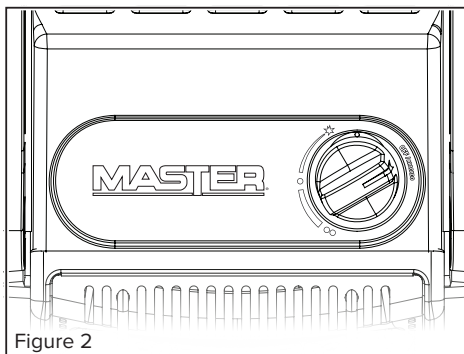

Figure 2
- Avant de connecter du propane, assurez-vous que le bouton de commande de la chaufferette est à la position « OFF » (arrêt); voir la figure 2.
- Pour le modèle **MH-09SNL-A** Tournez le bouton de commande dans le sens antihoraire à la position « PILOT » (veilleuse) et enfoncez le bouton pour l'allumage; voir la figure 2.
- Une fois la veilleuse allumée, maintenez le bouton de commande enfoncé pendant 30 à 60 secondes jusqu'à ce que les plaques chauffantes soient allumées et que le thermocouple soit chaud. Relâchez le bouton. Le bouton doit revenir à la position complètement relâchée; voir la figure 2.